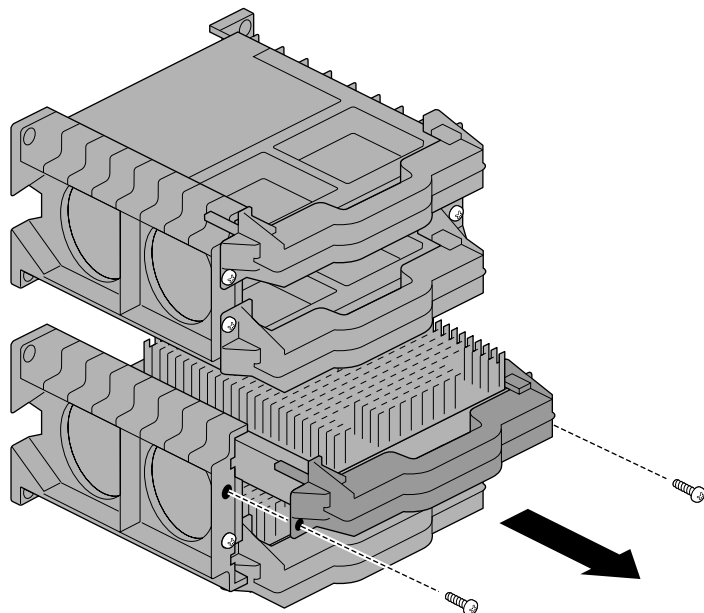

図 6-9 プロセッサの取り外し
6. プラスのドライバを使用して、プロセッサとブラケットを固定している 2 本のネジを外します (図 6-9)。